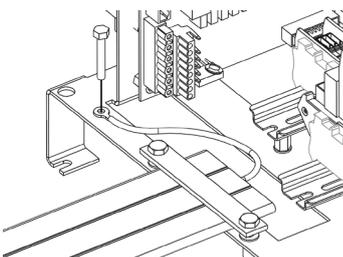

Abbildung 13.1 Massepunkt für die Hängekabelschirmung im Kabinendachkasten
13. Den Massedraht des Hängekabels an den Kabinendachkasten anschließen. Die Verbindung der Schirmung mit dem Massepunkt kontrollieren (Abbildung 13.1).